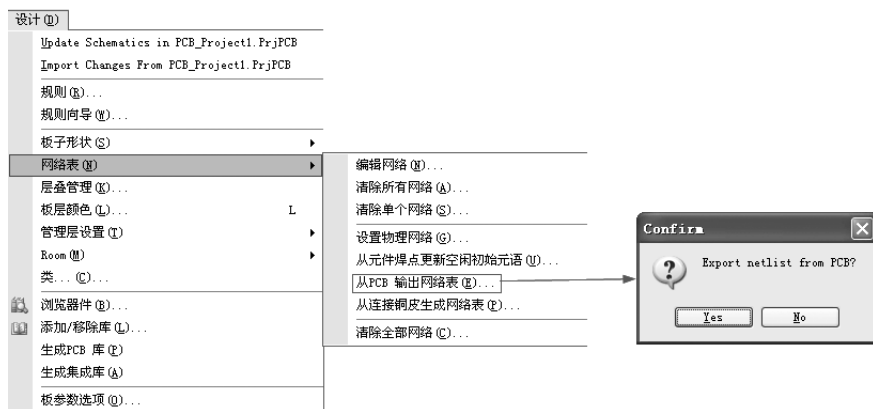

图 10-9 打开输出网络表的“Confirm”对话框
- 1) 在 PCB 编辑器中，选择菜单栏中的“设计”→“网络表”→“从 PCB 输出网络表”命令，系统将弹出如图 10-9 所示的“Confirm”（确认）对话框。